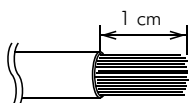
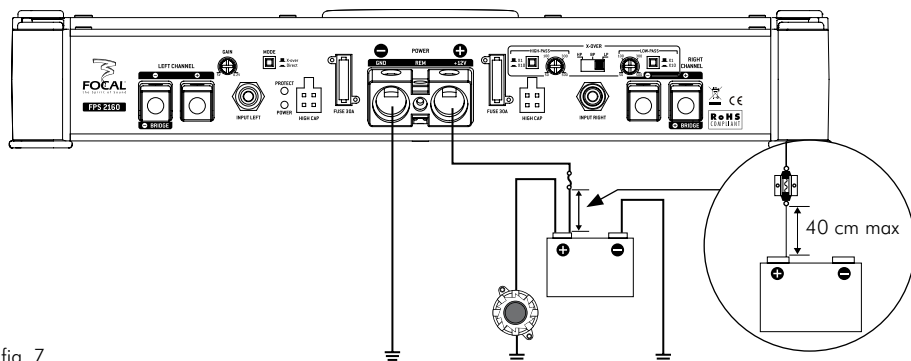

fig. 3
fig. 7
- 9 - Toujours protéger la batterie et le circuit électrique de dommages potentiels à l'aide de fusibles. Installer un porte-fusible et un fusible appropriés sur le câble d'alimentation 12 V positif (+) à moins de 40 cm de la borne de la batterie. Idéalement, cette distance doit être la plus courte possible (fig.7).
3.4 - Se munir du câble d'alimentation négatif (-). Ce câble doit être le plus court possible et ne doit idéalement pas dépasser 1 mètre, afin d'assurer une parfaite liaison entre l'amplificateur et le châssis du véhicule. Le câble et sa section doivent être conformes au tableau page 37. Trouver un point de masse adéquat, puis poncer pour enlever toute trace de peinture ou autre verni et ainsi optimiser la qualité du contact. Percer la tôle préalablement poncée au diamètre correspondant à la vis choisie en s'assurant qu'aucun passage de câbles réservoir ou autre organe sensible du véhicule ne soit à proximité. Dénuder 1 cm de câble (fig. 3), puis étamer. Visser fermement le câble sur la borne GND de l'amplificateur. Étamer l'autre extrémité puis sertir ou souder sur la cosse prévue à cet effet. Insérer la cosse dans la vis, puis mettre la vis et son écrou en place et visser fermement.
Enfin, connecter les câbles haut-parleurs à l'amplificateur en respectant les polarités (+ sur + ; - sur -) en dénudant environ 1 cm de câble (fig 3).
3.6 - Préparer le câble d'alimentation positif (+) pour le relier à l'amplificateur en dénudant 1 cm (fig.3) à son extrémité. Etamer cette partie à l'aide d'un fer à souder et de fil d'étain. Insérer la partie dénudée et étamée dans la borne "+ BATT" de l'amplificateur, puis bloquer le câble en vissant fermement.
3.7 - La phase d'installation du porte-fusible dédié à sécuriser l'installation peut maintenant débuter. Le porte-fusible doit être relié de part et d'autre du câble d'alimentation positif (+). Il doit être situé proche de la batterie {10 à 40 cm (fig.7)}. Démontez le porte-fusible en prenant soin d'ôter le fusible. Fixer le socle du porte-fusible. Couper le câble d'alimentation rouge entre 10 et 40 cm (maximum) de la batterie (fig.7). Garder la chute de câble qui servira pour relier l'autre extrémité du porte-fusible à la borne positive (+) de la batterie du véhicule. Dénuder 1 cm (fig.3), puis étamer. Visser le câble dans l'autre bornier du porte-fusible. Dénuder 1 cm (fig.3), puis étamer. Visser le câble dans l'autre bornier du porte-fusible.